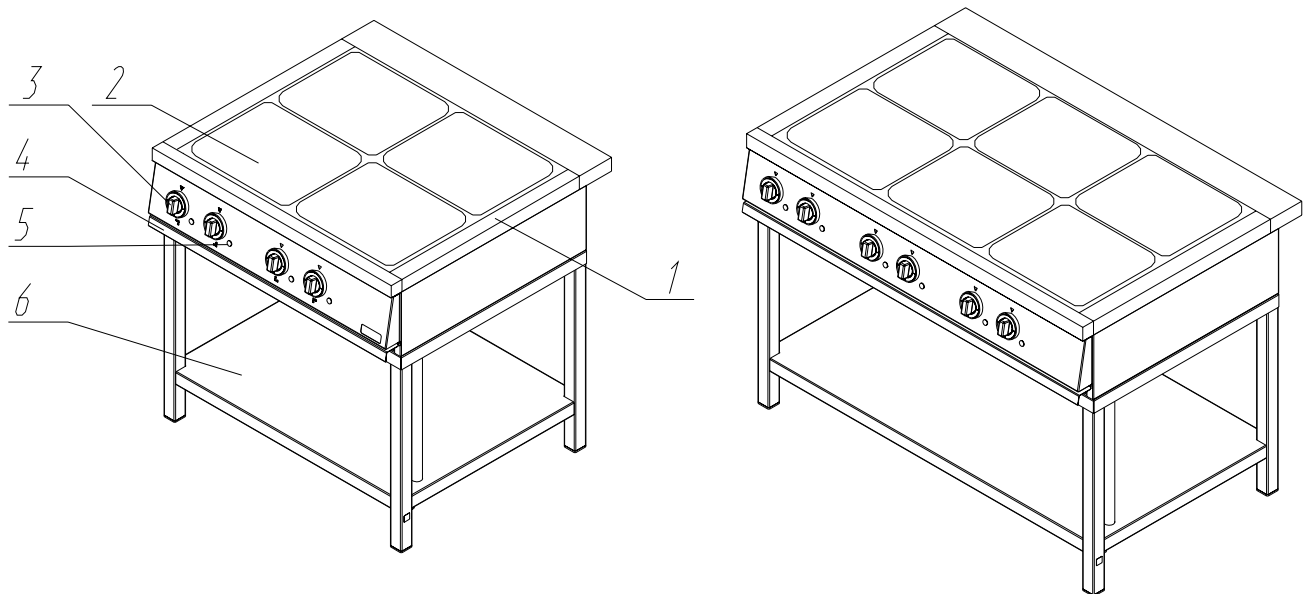

Рисунок 1- Составные части плит
5.2.1 Плита состоит из каркаса, на котором установлена столешница (1) с конфорками (2) рисунок 1. Плита закреплена на подставке (6), в ножках которой установлены опоры регулируемые. Схема расположения конфорок изображена на рисунке 2.
5.2.3 При утечке жидкости, которая образуется на рабочей поверхности плиты при приготовлении пищи, слив предусмотрен в выдвижной поддон (4) рисунок 1, который располагается под конфорками.
5.3.1 Установите ручки переключателей мощности конфорок (3), рисунок 1 в положение «3» (макс.), при этом должна загореться арматура светосигнальная (5) рисунок 1.
6.3.3 Подключение выполнять гибким кабелем с медными жилами сечением не менее 2,5 мм²; КГ 5x2.5, ВВГ 5x2.5 или аналогичными, через автоматический выключатель с током уставки 31,5 А и реле тока утечки на 15 мА. Автоматический выключатель должен обеспечивать гарантированное отключение всех полюсов от сети питания изделия и иметь зазор между контактами не менее 3 мм во всех полюсах. Подключение производится к клеммной колодке, расположенной на панели управления, для фиксации кабеля имеется кабельный ввод, расположенный на входе кабеля в трубу подставки (б) рис.1 .